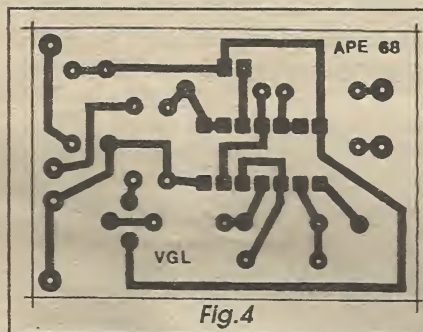

Fig.4
- FIG. 4 - LAYOUT DO CIRCUITO IMPRESSO ESPECÍFICO... - A plaquinha do impresso é simples, e seu padrão cobreado é visto em escala 1:1 na figura... Como sempre, bastará *carbonar* o desenho sobre o lado metalizado de um fenolite *virgem* nas indicads dimensões, fazer a traçagem com decalques (a presença do integrado, na prática obriga a essa técnica de acabamento do desenho...) ácido-resistentes, efetuar a corrosão (na solução de percloreto de ferro), a limpeza, a furação, etc. Com a plaquinha pronta, furada em suas ilhas, conferida e novamente limpa, convém que os próprios terminais dos componentes também sejam limpos (podem ser levemente raspados com uma lâmina, ou mesmo lixados - também de leve, com lixa fina...), garantindo soldagens perfeitas, que devem ser feitas com ferro leve (máximo 30 watts) e solda fina, de baixo ponto de fusão, conforme *eternamente* recomendamos...